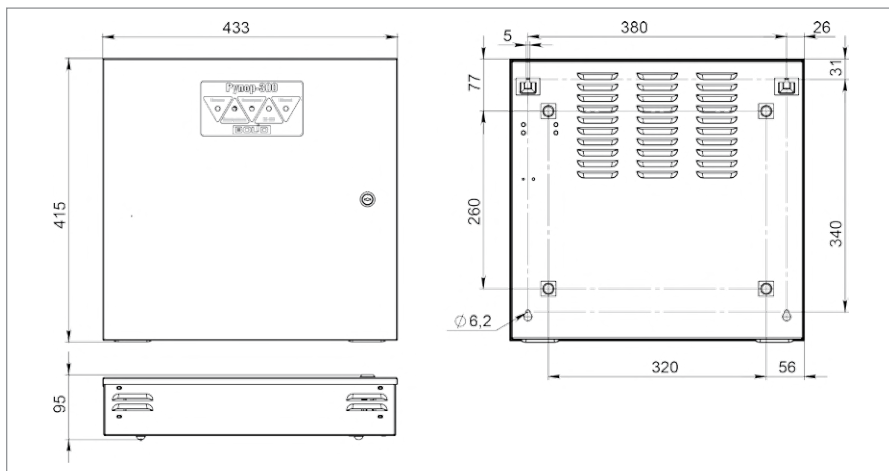

Рисунок 33. Внешний вид, габаритные и установочные блока «Рупор-300»
2. При необходимости установите амортизаторы RBS-41-ВК из комплекта поставки в соответствии с разметкой на Рисунок 33.
4. Наметьте на стене места для четырех установочных отверстий в соответствии с габаритным чертежом (см. Рисунок 33). Просверлите отверстия.